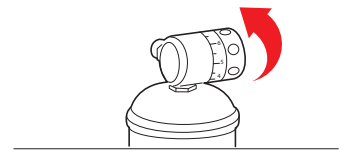

Fig. 1-16
25.4 - Per gli erogatori con acqua gassata, è necessario regolare la pressione del gas CO₂ per determinare il livello di gasatura agendo sulla manopola di regolazione del riduttore di pressione. Ruotando la manopola verso destra aumenta la pressione e di conseguenza la gasatura dell'acqua, ruotando la manopola verso sinistra diminuisce pressione e gasatura. I riduttori di pressione del gas CO₂, per bombole monouso con attacco M11 sono dotati di manopola di regolazione con scala graduata che indica il valore di pressione di taratura, vedi Fig. 1-16.